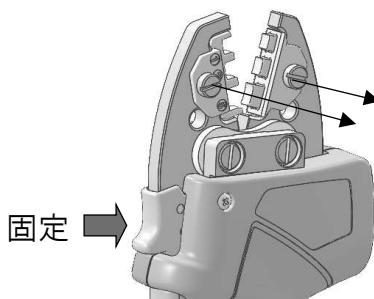

図3
- 4 ダイスの取外しは、口金開口レバーを押して口金動かないように手で固定した後、マイナスドライバーでダイス固定ネジを緩めてください。（図3）